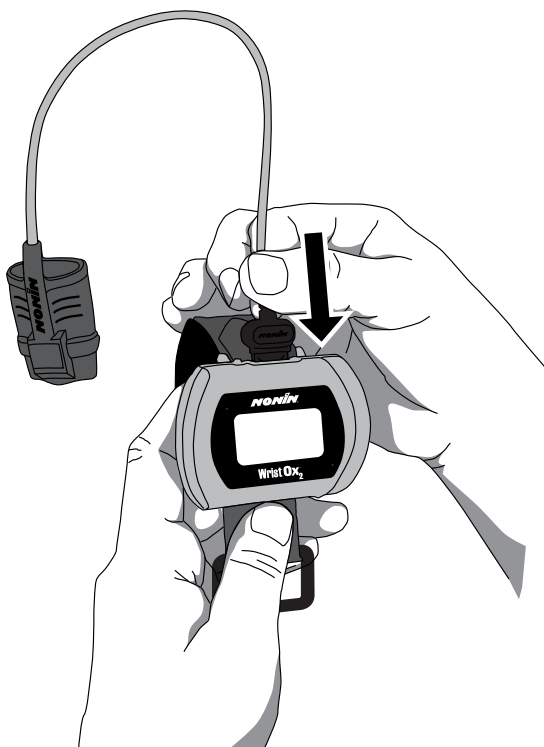

Figura 10: Colocação do Sensor
1. Coloque o conector do sensor sua abertura na parte de cima do aparelho (figura 10). O logo da Nonin, no conector do sensor, deve estar voltado para a frente do aparelho.